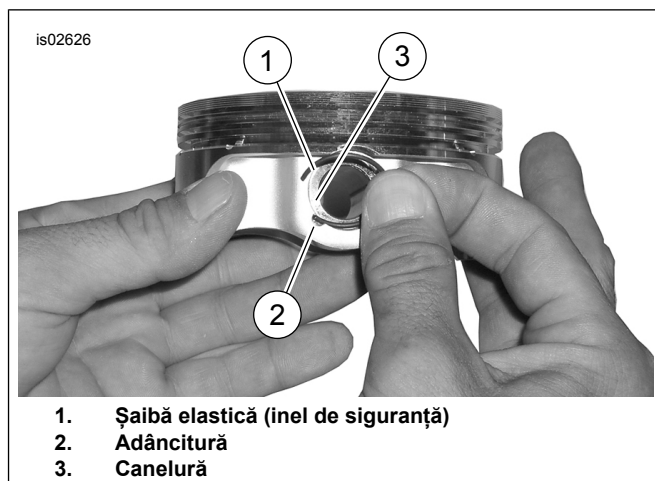

Figura 3. Șaiță elastică și piston
1. Consultați Figura 3 . Introduceți capătul deschis al șaiței elastice (1) în creștătura (2) de pe canelura (3) din jurul pinului pistonului, astfel ca decalajul să fie la poziția ora 12 sau 6 de pe ceasornic atunci când este montată.